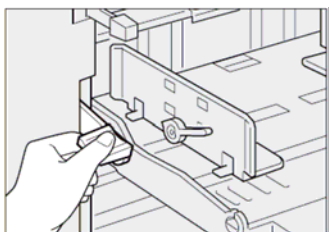

图 5-7 向下压进纸盘调整杆
(1) 印刷前的准备
① 向下压进纸盘调整杆，如图 5-7 所示。